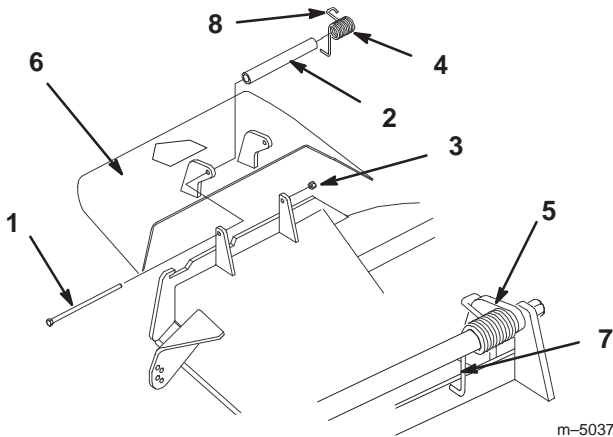

Figure 69
1. Retirez le contre-écrou, le boulon, le ressort et l'entretoise qui fixent le déflecteur aux supports de pivot (Fig. 69). Enlevez le déflecteur s'il est endommagé ou usé.
- Note:** Prenez soin de placer l'extrémité en **L** du ressort derrière le bord du plateau avant de mettre le boulon en place, comme indiqué à la Figure 69.
3. Remettez le boulon et l'écrou. Accrochez l'extrémité crochue en **J** du ressort au déflecteur d'herbe (Fig. 69).